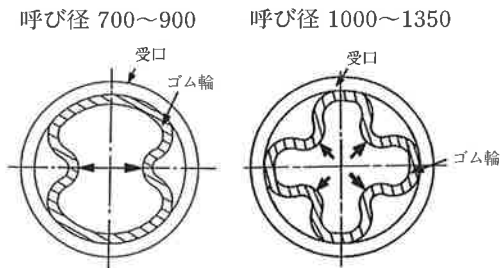

図22 ゴム輪の装着方法
- (1) ゴム輪の装着は表示マーク(呼び径、管種など)、表裏、方向を確認し図22の方法で行う。